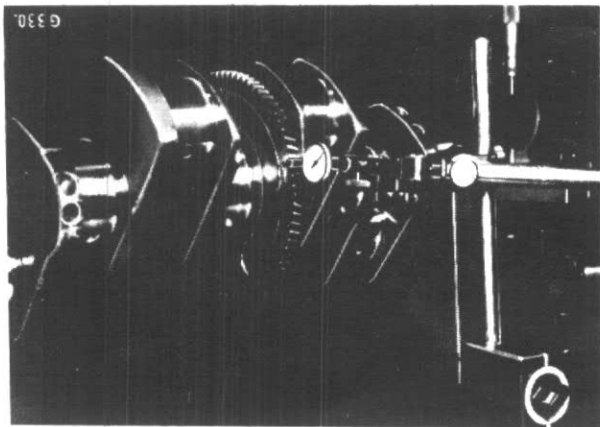

Figure 106
1. Vérifiez si la couronne est ovalisée et/ou voilée fig. 106. Voir "Caractéristiques".
Après le montage, vérifiez le faux rond de la couronne, fig. 106.